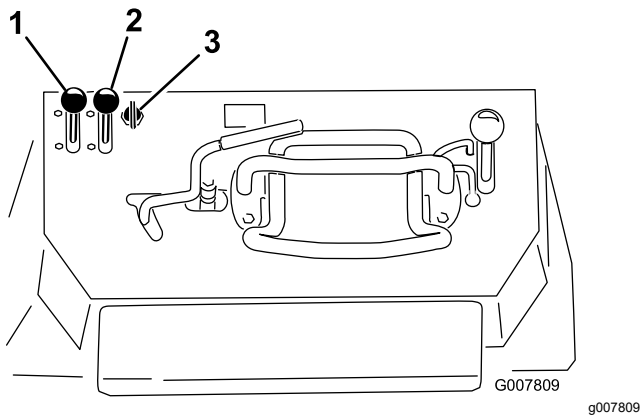

Figure 16
1. Réglez la commande d'accélérateur à mi-course entre les positions BAS RÉGIME et HAUT RÉGIME (Figure 16).
2. Placez la commande de starter en position EN SERVICE (Figure 16).
- Pour les modèles à démarrage électrique, tournez la clé à la position CONTACT (Figure 16). Relâchez la clé quand le moteur démarre.
4. Amenez progressivement la commande de starter en position HORS SERVICE (Figure 16). Si le moteur cale ou hésite, engagez de nouveau le starter jusqu'à ce que le moteur soit chaud.
5. Réglez la commande d'accélérateur à la position voulue (Figure 16).
2. Placez la commande d'accélérateur en position BAS RÉGIME (Figure 16).